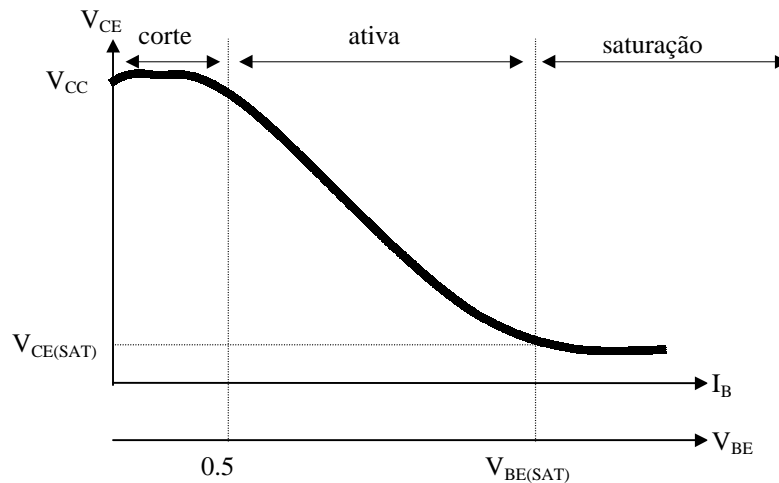

Figura 4.3 : Característica de transferência do transistor.
Existem três regiões de operação para o transistor : corte (B), saturação (A) e região ativa (C). Na região de corte, o transistor está desligado ou a corrente I_B não é grande o suficiente para ligá-lo e as junções estão reversamente polarizadas. Na região ativa, o transistor funciona como um amplificador onde I_C é amplificada pelo ganho de corrente β e a diminuição da queda V_{CE} . A junção coletor-base está reversamente polarizada e a junção base-emissor, diretamente polarizada. Na região de saturação, a corrente de base I_B é suficientemente grande, fazendo com que a tensão V_{CE} seja muito baixa. Assim, o transistor opera como chave. Ambas as junções estão diretamente polarizadas. A curva mostrada na figura 4.3 dá a característica de transferência $V_{CE} \times I_B$.